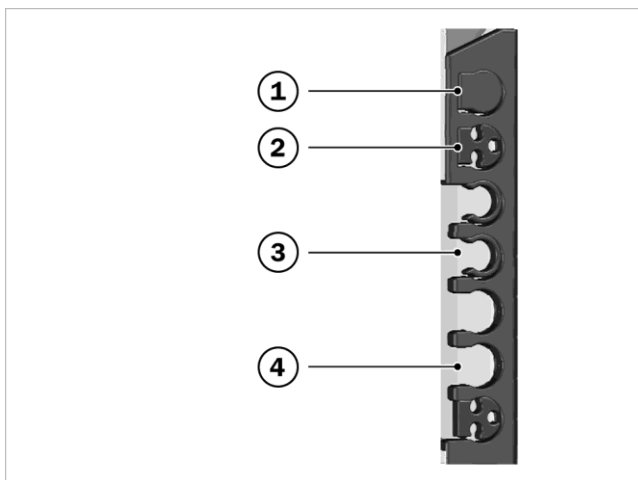

Fig. 21: inserti dei tubi passanti
4. Posizionare l'altra estremità con una riduzione da 3 (vedere → Fig. 21, 2) in modo che passi attraverso un passaggio tubo a destra o sinistra del telaio. Fare attenzione alla pendenza.
2. Montare la tubazione del gas con una riduzione da 3 (vedere ➔ Fig. 21, 2) attraverso uno dei passaggi superiori, sul lato destro o sinistro del telaio.